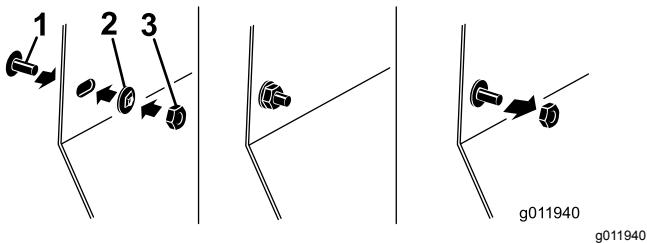

Figura 3
3. Instale a porca sextavada (5/16 pol.) no parafuso para que a porca de pressão fique bem apertada contra o painel lateral (Figura 3).
2. Instale os dois parafusos (5/16 pol. x 3/4 pol.) ao painel lateral e vire-o para instalar as duas porcas de pressão (5/16 pol.) para o parafuso (Figura 3).